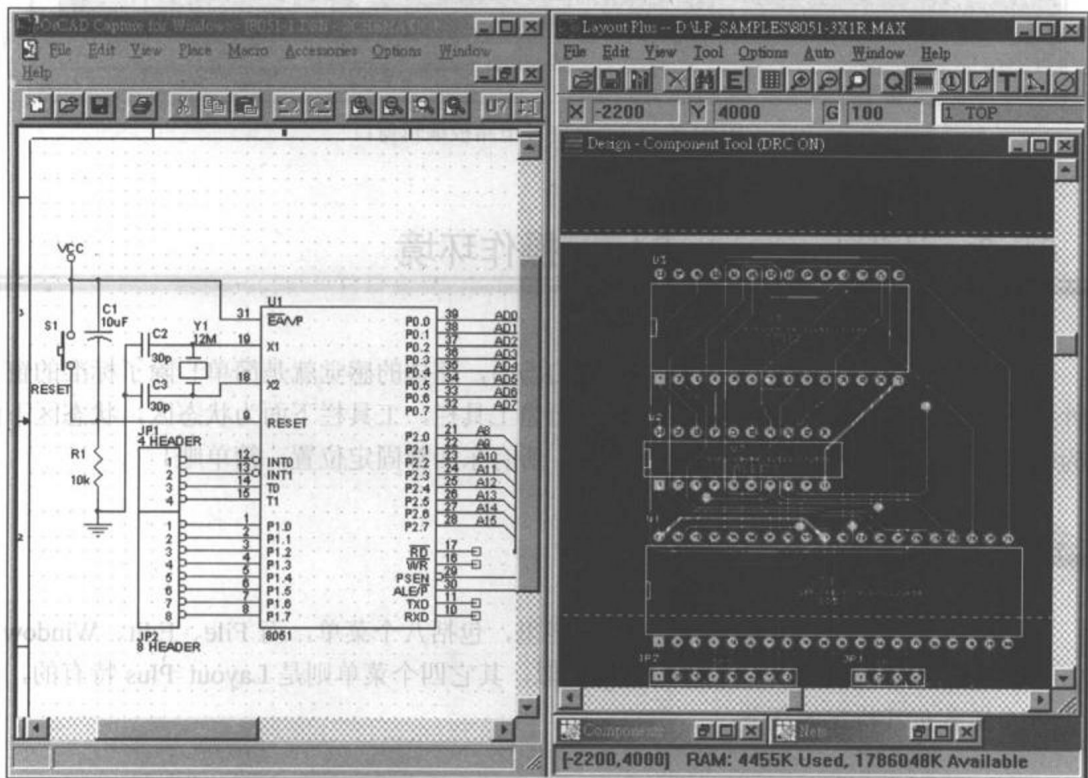

图 01-5 窗口并列
- Window** 提供窗口操作功能，由于 Layout Plus 编辑窗口是以项目(Project)的方式管理，一个 Layout Plus 编辑窗口只能打开一块电路板，似乎没有窗口管理的问题！不过，我们也可以其中的 Half Screen 命令，将两个打开的 OrCAD 窗口并列，特别是 Capture 与 Layout Plus 并列，如图 01-5 所示。